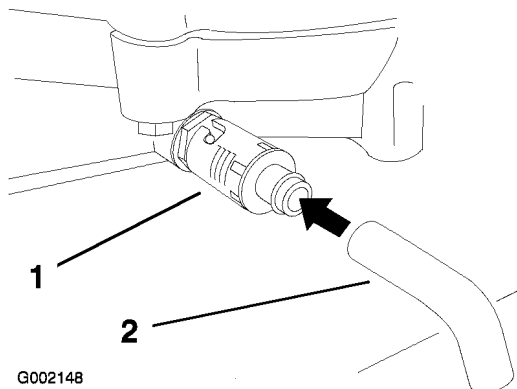

Bild 38
3. Fetten Sie die Schmiernippel an den drei Spindellagern ein (Bild 38).
4. Fetten Sie das Spannscheibengelenk (Bild 38).
5. Stellen Sie eine Auffangwanne unter den Ablass. Drehen Sie das Ölablassventil, damit das Öl herauslaufen kann (Bild 38).